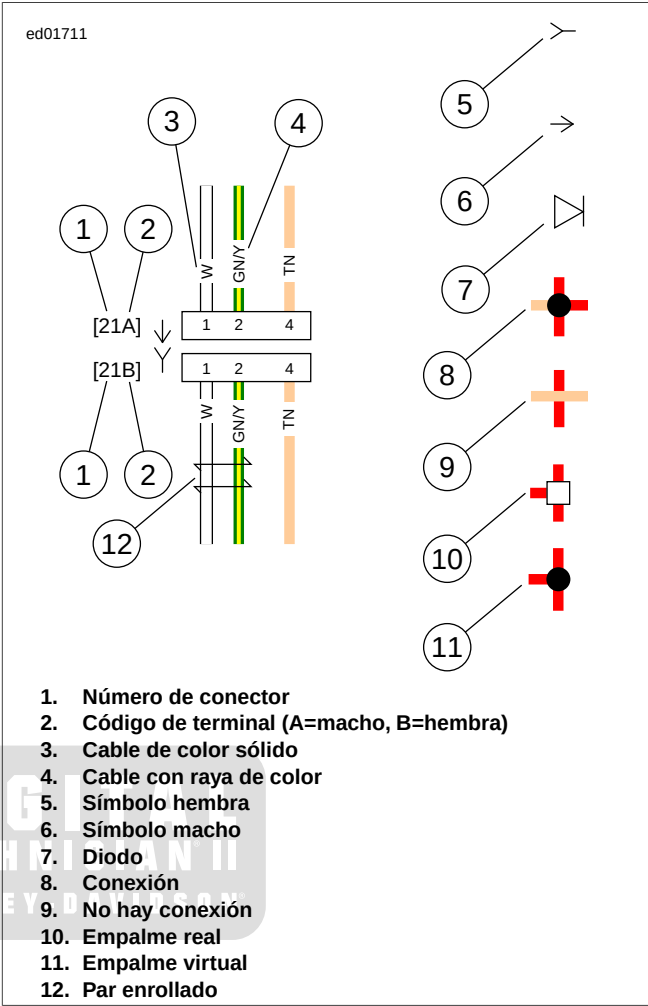

Figura B-17. Símbolos de conectores/diagrama de cableado (típicos)
Cables de colores sólidos: Vea Figura B-17. El código alfabético identifica el color del cable (3).
Vea Figura B-17. En los diagramas de cableado y en las instrucciones de servicio/reparación, los conectores se identifican con un número en corchetes (1). La letra (2) adentro de los corchetes identifica si la caja es un conector hembra o macho.